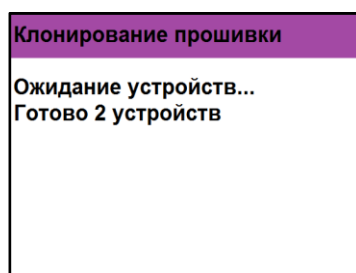

Рисунок 24 - Готовность устройств к клонированию программного обеспечения
2.3.6. После подтверждения клонирования на дисплее ППК отобразится количество ППК в текущей CAN-сети, готовых к клонированию ПО (рисунок 24).